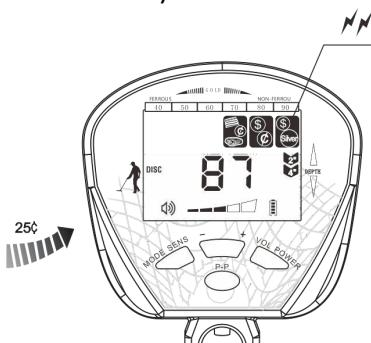

Fig.11
- Quando passano gli altri tre campioni, i cursori oggettuali corrispondenti lampeggiano, mentre il cursore numerico visualizza i numeri corrispondenti. (vedi Fig.11, in cui riportiamo l'esempio di moneta d'argento in 25 ¢ )
d) Il rivelatore non risponde qualora passano altri cinque campioni. (vedi Fig.11, in cui riportiamo l'esempio di moneta d'argento in 25 ¢ )